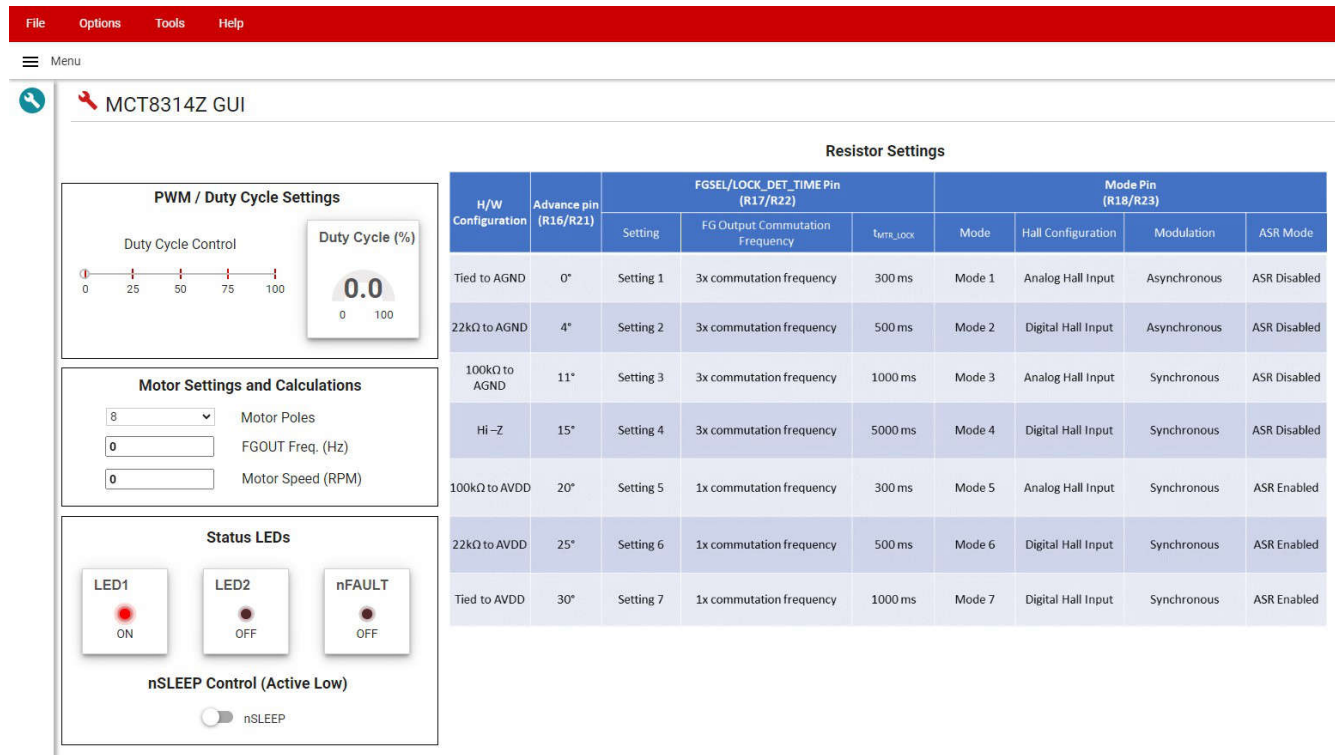

图 3-1. MCT8314Z GUI
3. 一旦启动 GUI，就会出现类似图 3-1 中所示的屏幕。